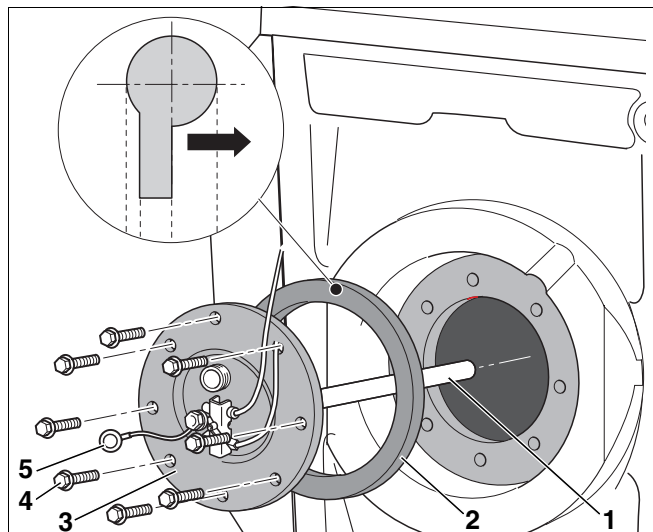

Рис. 18 Установка магниевого анода
- Установить магниевый анод (рис. 18, поз. 1) с крышкой люка.
- Мы рекомендуем после чистки установить новое уплотнение крышки люка (рис. 18, поз. 2), чтобы избежать появления неплотностей в баке.
- Рукой закрутить болты (рис. 18, поз. 4) на крышке люка.
- Установить ушко заземляющего провода (рис. 18, поз. 5), затянуть болт с зубчатой шайбой.
- При креплении ушка заземляющего провода (рис. 18, поз. 5) болтом на крышке люка необходимо обеспечить хорошую проводимость тока, чтобы не нарушить функцию магниевого анода.
- Затем затянуть болты (рис. 18, поз. 4) гаечным ключом на три четверти оборота (что соответствует рекомендуемому моменту затяжки 40 Нм).